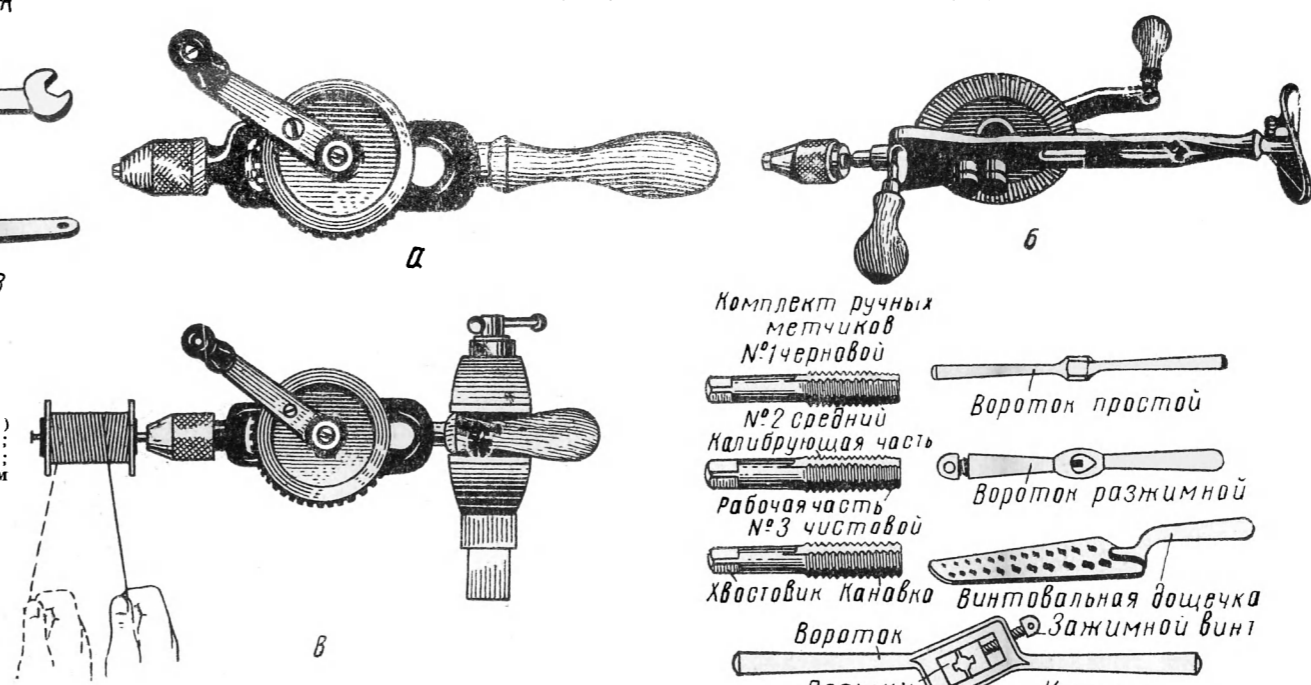

Рис. 9. Ручные дрели: а — малая; б — большая (с нагрудником); в — использованные дрели для намотки катушек
**Дрель ручная** (рис. 9) — необходимый инструмент для сверления малых (обычно — до 6 мм) отверстий. К дрели нужно иметь набор спиральных свёрл различного диаметра. Более тонких свёрл следует иметь по несколько штук, так как они часто ломаются.
Дрель, зажатую в верстачные тиски, можно использовать как намоточный станок (рис. 9, в). Для этого в патрон вставляют толстый гвоздь с насаженным на него деревянным стержнем или бруском, на который надевается каркас катушки. Работать на таком станке удобнее вдвоём: один медленно вращает ручку дрели, а другой — направляет провод так, чтобы витки его ложились ровными рядами.